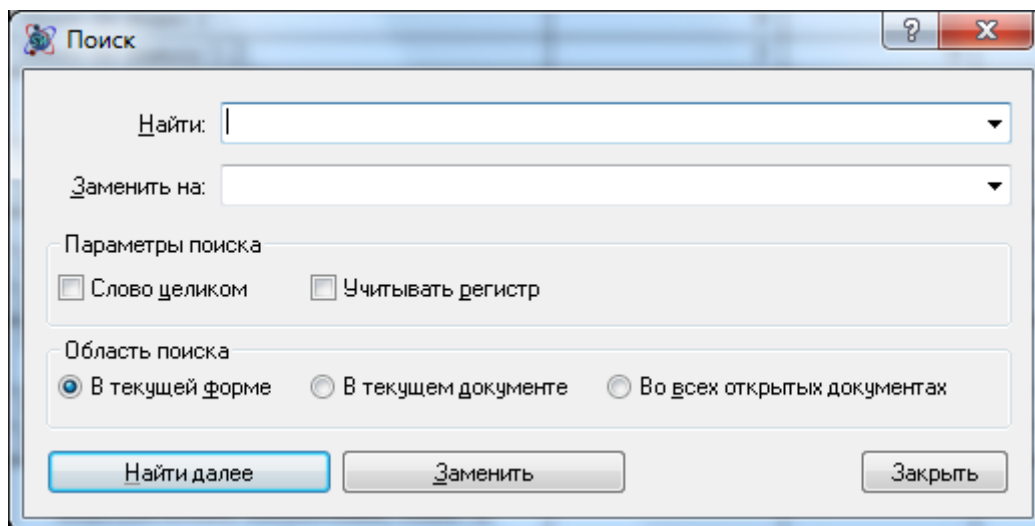

Рис. 6.5 Диалоговое окно Поиск
- Команда **Поиск** на вкладке **Инструменты** или комбинация клавиш <Ctrl>+<F> открывают диалоговое окно *Поиск* (рис. 6.5);